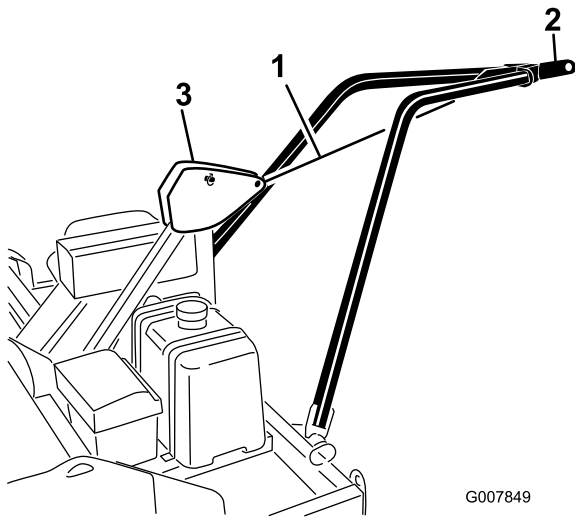

Figure 12
2. Avec une sangle d'arrimage ou une corde, attachez la plaque d'attache des bras de remorquage au pivot d'attelage du châssis tout en élevant le bras de remorquage pour l'installation (Figure 12).